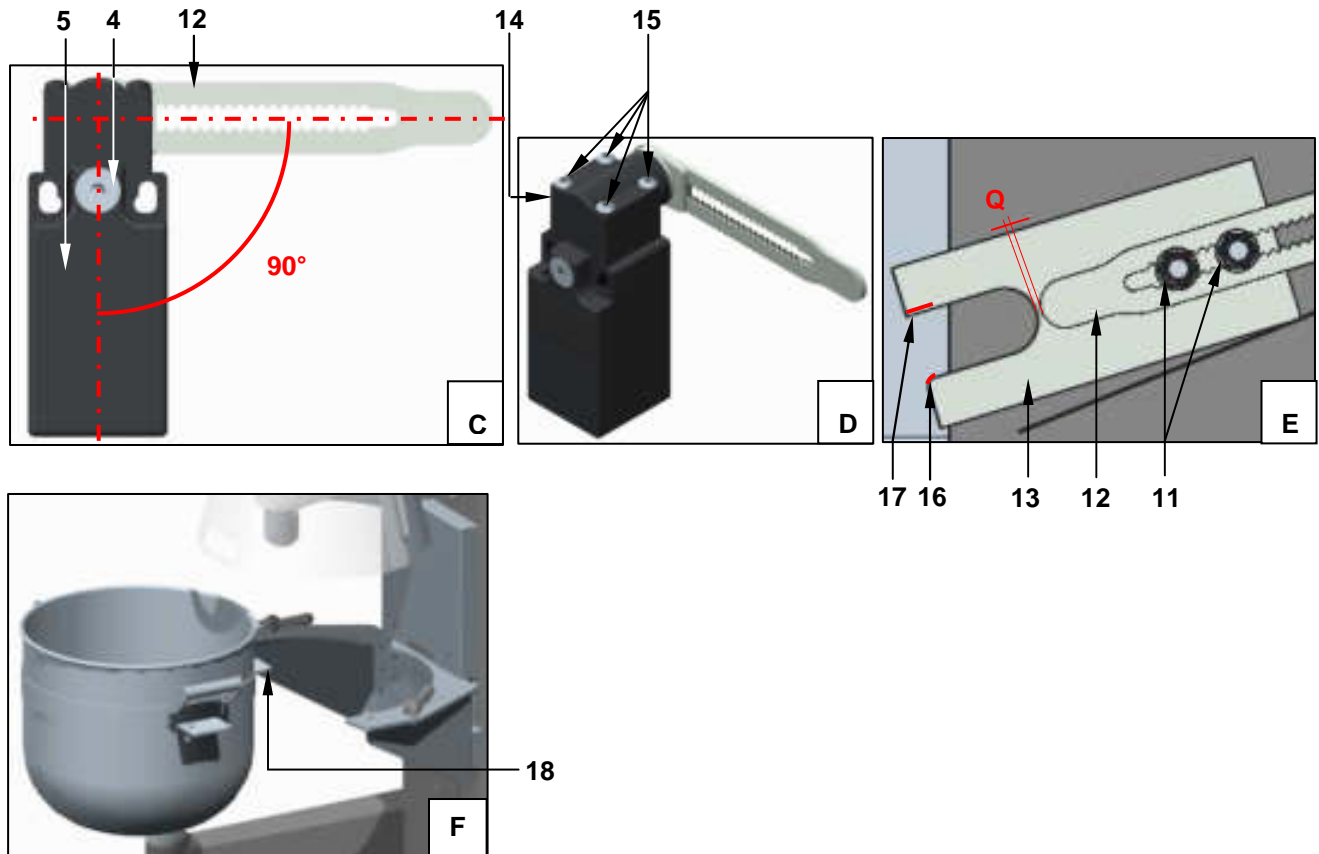

Рисунок 26- Замена микровыключателя определения наличия дежи в рабочей позиции
1. - Ссылаясь на Рисунок 26, демонтировать заднюю защитную крышку рис.1, зафиксированную винтами; демонтировать электрическую коробку рис.2, изъять винты рис.3
Начало Рисунок 26- Замена микровыключателя определения наличия дежи в рабочей позиции